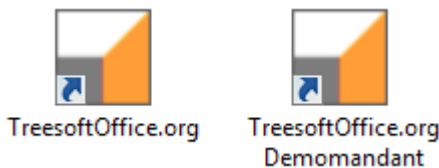

Abbildung 2.1.1: Schaltflächen zum Starten der Programme
1. Starten Sie das Programm **TreesoftOffice.org Demomandant**. Die Verknüpfung befindet sich nach der Installation auf Ihrem Desktop (Abbildung 2.1.1).